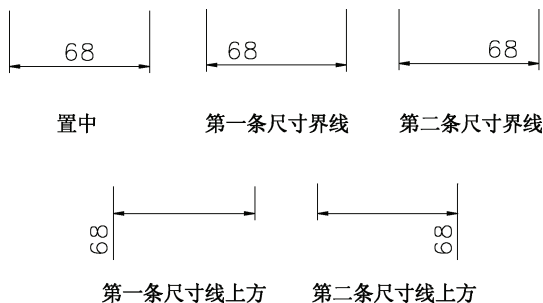

图 8-15 水平文字不同位置
(2) 水平：设置文字在水平方向上的位置。可以选择置中、第一条延伸线、第二条延伸线、第一条尺寸线上方、第二条尺寸线上方等位置，图 8-15 表示了它们的区别。
(3) 观察方向：控制标注文字的观察方向，“观察方向”包括以下选项：